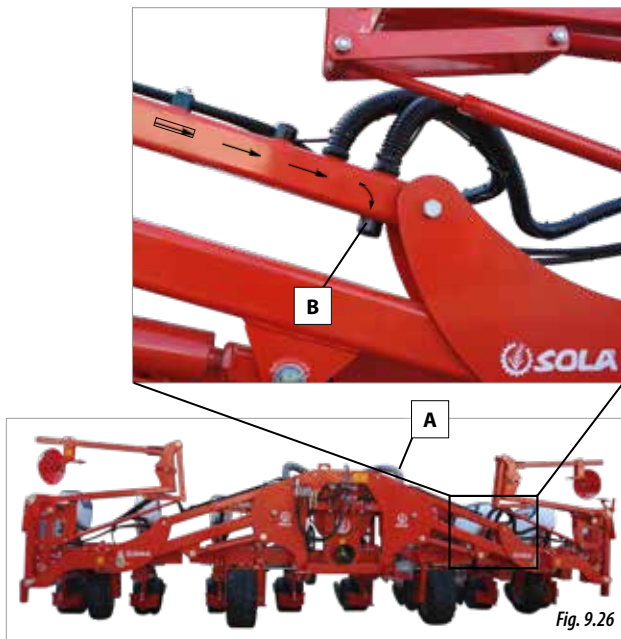

Fig. 9.26
- 2- Enlevez le bouchon inférieur du poumon de dépression des parties repliables (B, Fig. 9.26).
- 3- Soufflez à l'intérieur du poumon des parties repliables avec un appareil à air comprimé, dans le sens indiqué par les flèches de la figure 9.26.
- 4- Remettez le bouchon (B, Fig. 9.26) et connectez le conduit de dépression (A, Fig. 9.26).